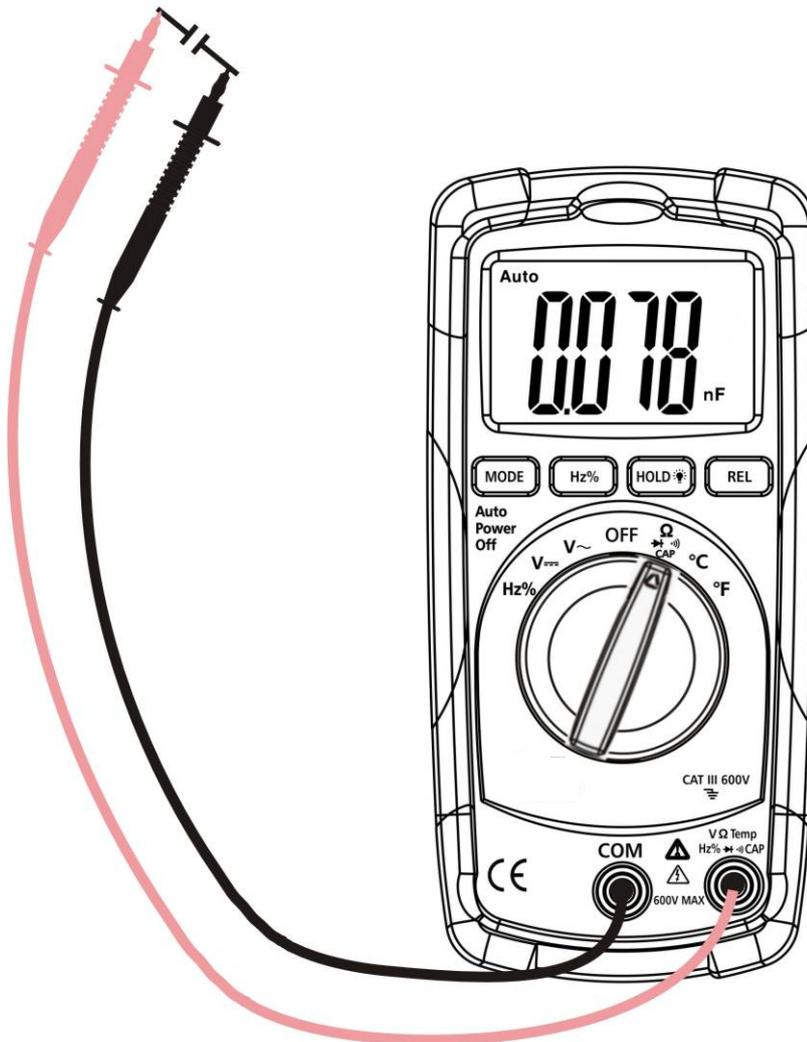

Fig. 7: Uso del instrumento en medida de Capacidades
3. Inserte las puntas de prueba en los terminales, la punta roja en el terminal **VΩTempHz%CAP** y la punta negra en el terminal **COM** (ver Fig. 7)